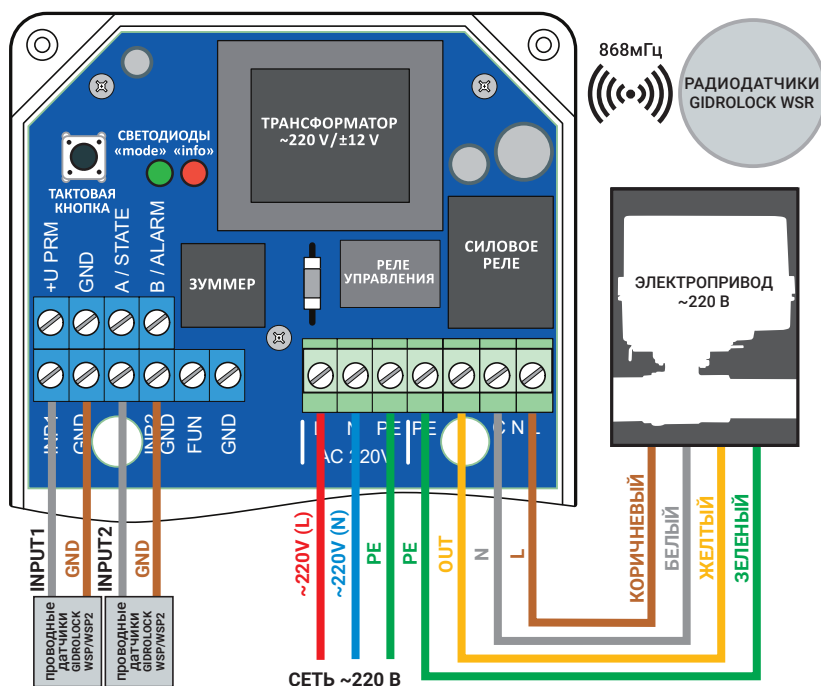

Рис. 2. Схема подключения электропривода GIDROLOCK на напряжение питания 220 В и проводных датчиков протечки воды GIDROLOCK WSP или WSP2.
5.1 Кабель питания подключается к клеммам: L — фаза 220 В; N — нейтральный проводник (рис. 2).
5.3 Электропривод GIDROLOCK с напряжением питания 220В подключается к блоку управления согласно схеме, приведенной на рис. 2. Для подключения большого количества электроприводов возможно использовать дополнительные клеммные блоки и монтажные коробки.